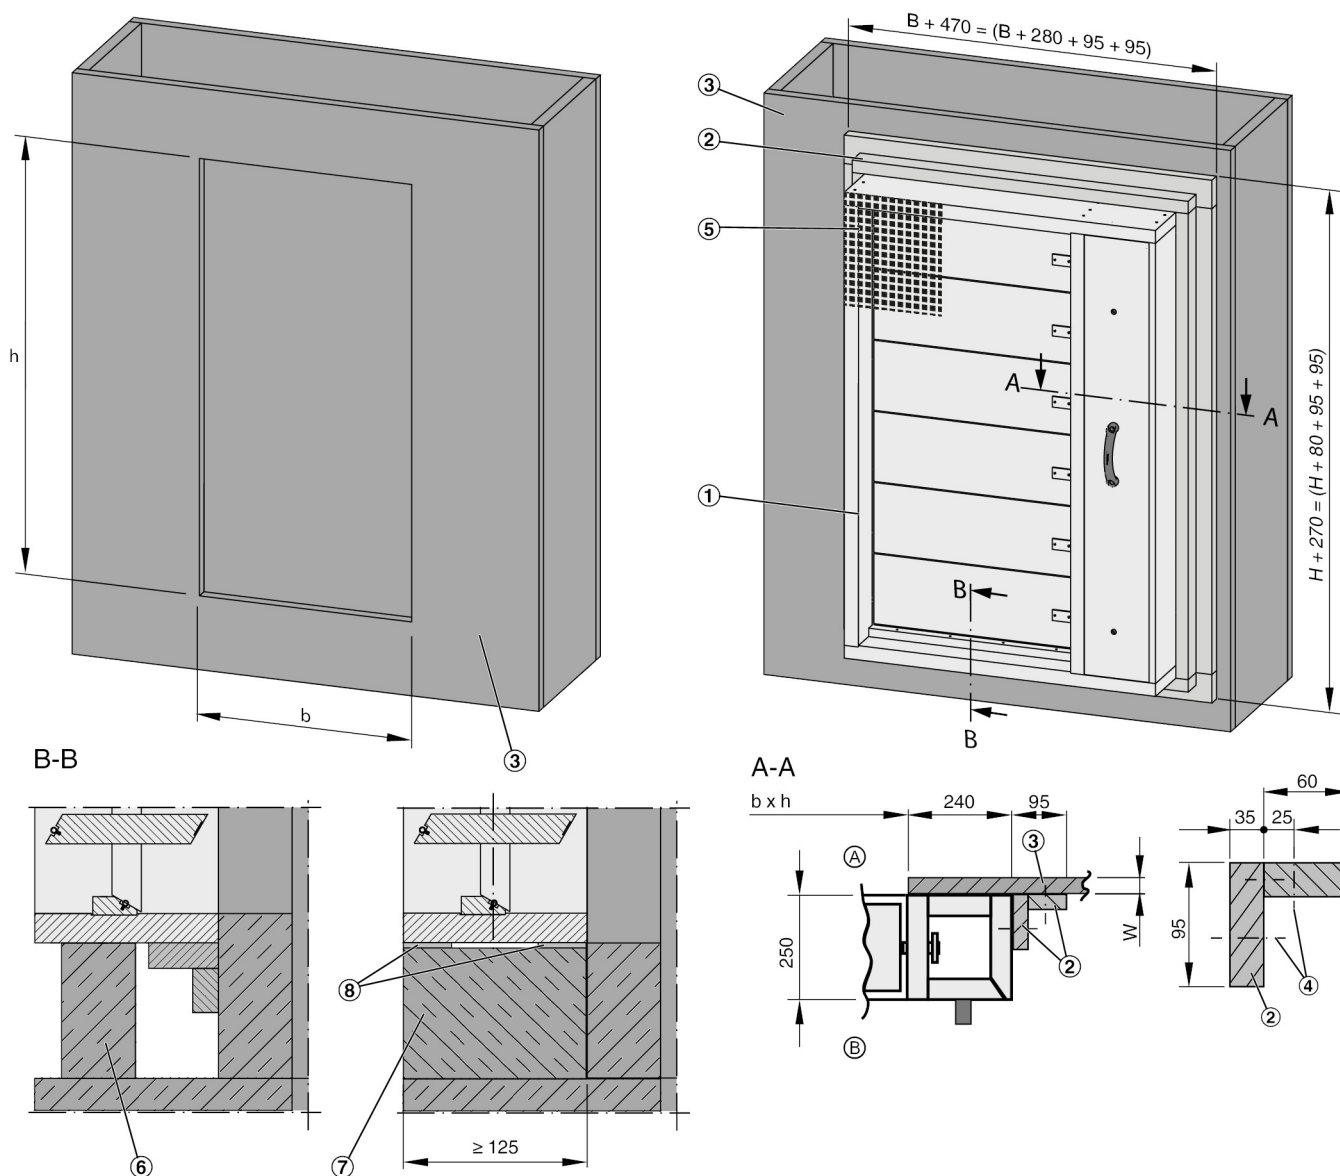

Abb. 29: Einbau an vertikaler Entrauchungsleitung (Schacht)
1. ▶ Einbauöffnung fachgerecht herstellen, siehe Abb. 29 .
2. ▶ Riegel ( Abb. 29 /2) herstellen und an der unteren Seite der Entrauchungsklappe vormontieren.
Riegel an den Stossstellen ( Abb. 29 /2) untereinander und am Gehäuse verkleben (z. B. K84, Promat oder gleichwertig) und am Gehäuse der Entrauchungsklappe mit Schnellbauschrauben  $4 \times 70 \text{ mm}$  verschrauben (mit  $\varnothing 3 \text{ mm}$  vorbohren), Schraubabstand  $\leq 150 \text{ mm}$ .
5. ▶ An der Entrauchungsklappe die Entrauchungsleitungen (Einbau- und/oder Bedienseite) anschließen ( Abb. 29 /5), ↪ 6 „Entrauchungsleitung und Abschlussgitter“ auf Seite 65 .